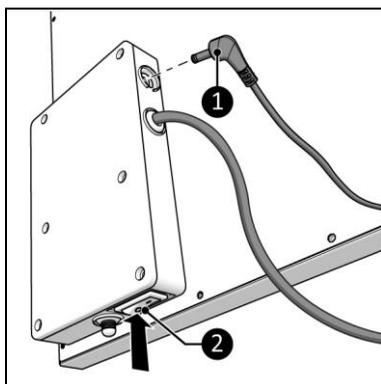

Figure 15
1. Assurez-vous que le commutateur ON/OFF est en position OFF (figure 15, pos. 2).
2. Branchez le connecteur du capteur de température (figure 15, pos. 1) sur la prise du capteur.